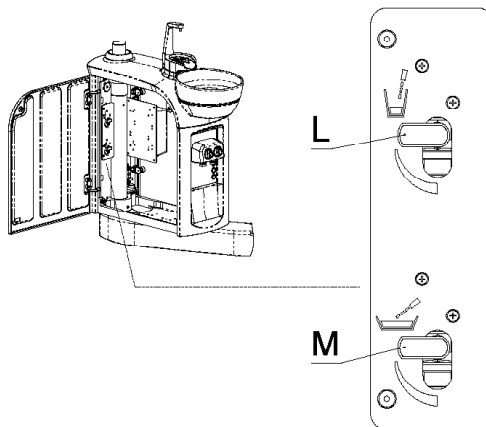

Abb. 13
Im Inneren befinden sich zwei Absperrhähne für die Regulierung der Wasserzufuhr zum Becher (L) und zum Mundspülbecken (M) (Abb. 13).